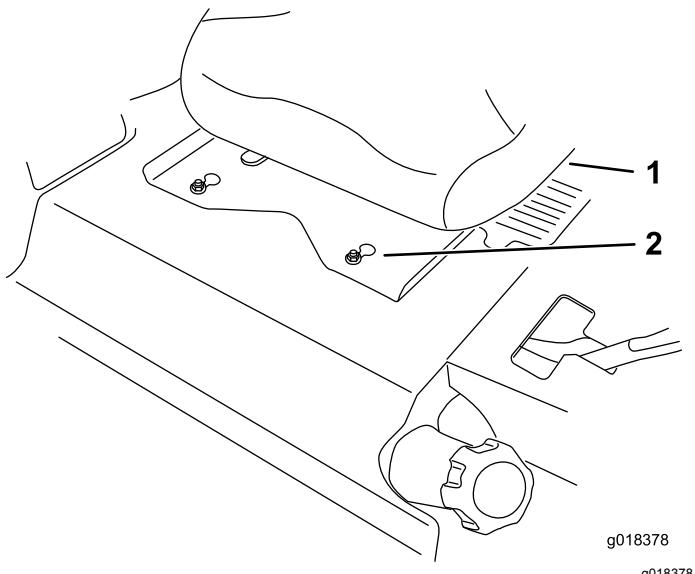

Figura 67
- Fate scorrere il sedile e la relativa piastra in avanti in modo che i dadi anteriori entrino nel foro della chiave (Figura 67).